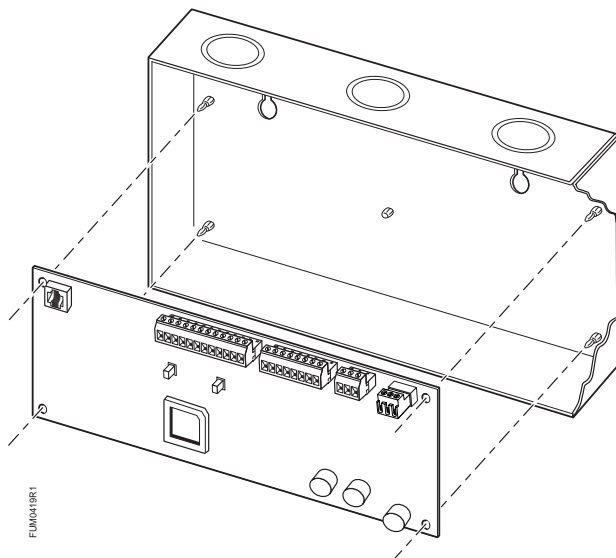

Figure 1. Carte contrôleur pour Hotte de laboratoire en conformité avec la norme CE.
La carte contrôleur pour hotte de laboratoire (Figure 1) est la carte de connexion principale pour le Contrôleur de hotte de laboratoire. La carte est livrée avec un filtre en ferrite pour supprimer les émissions électriques du câble à 8 conducteurs. Le filtre en ferrite doit être installé de façon à répondre aux normes FCC et CE.
3. Centrer la carte contrôleur sur les goujons de fixation au fond du coffret et l'insérer par les trous pré-perçés. Appuyer fermement sur la carte afin de l'enclencher solidement en place (voir Figure 1). Faire de même pour les autres contrôleurs.